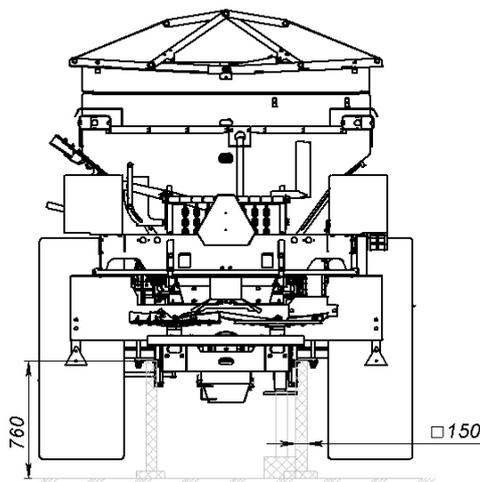

Рисунок 31 – Схема установки разбрасывателя на длительное хранение
<input type="checkbox"/> Установить разбрасыватель на подставки (Рисунок 31), понизив избыточное давление в шинах до 0,1 МПа.
10.4 Длительным считается хранение, если перерыв в использовании разбрасывателя более двух месяцев. Подготовку разбрасывателя к длительному хранению производить в соответствии с требованиями таблицы 9.2. Для длительного хранения разбрасыватель должен быть законсервирован (Рисунок 31) согласно ГОСТ 7751-2009 и установлен на подставке в соответствии со схемой (Рисунок 31).